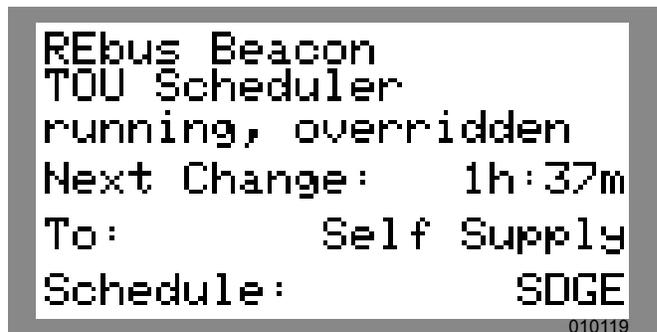

Figura 6-23. Anulación del programador
- Consulte la Figura 6-23. Running, Overridden (Funcionamiento, anulado) se mostrará en la página de dispositivo de Generac Beacon.